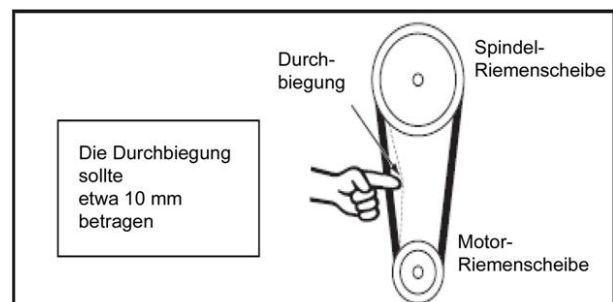

Abb. 13
7. Vergewissern Sie sich, dass die Riemenabdeckung „E“ geschlossen ist. (Abb.13)
4. Die Antriebsriemen können nun in die gewünschte Stellung umgelegt werden. Die richtige Anordnung der Riemen für die jeweilige Drehzahl kann an der Tabelle, welche sich an der Innenseite der Riemenabdeckung befindet, abgelesen werden. (Abb.13)